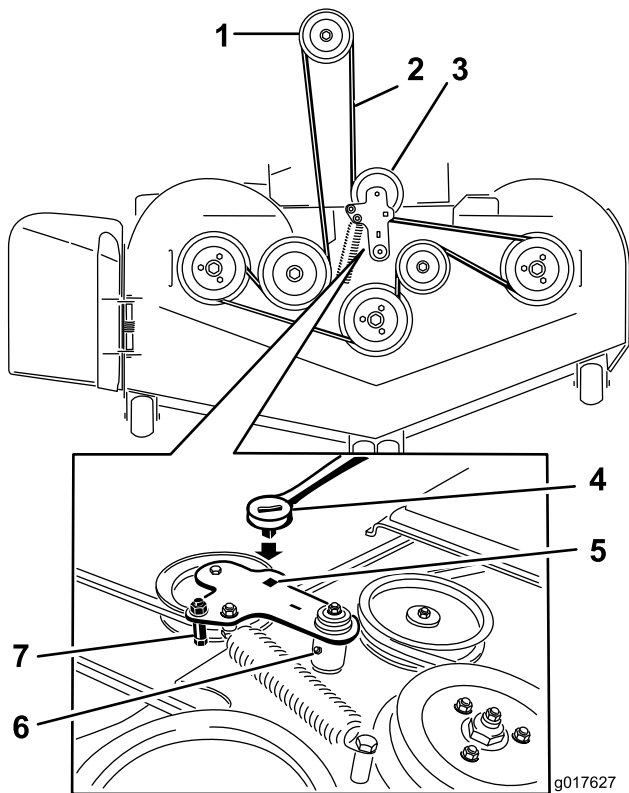

Bild 82
5. Heben Sie den Fahrzeugboden an und stecken Sie eine Ratsche in das rechteckige Loch in der Mähwerkspannscheibe (Bild 82).
6. Drehen Sie die Mähwerkspannscheibe nach rechts und entfernen Sie den Mähwerkriemen (Bild 82).